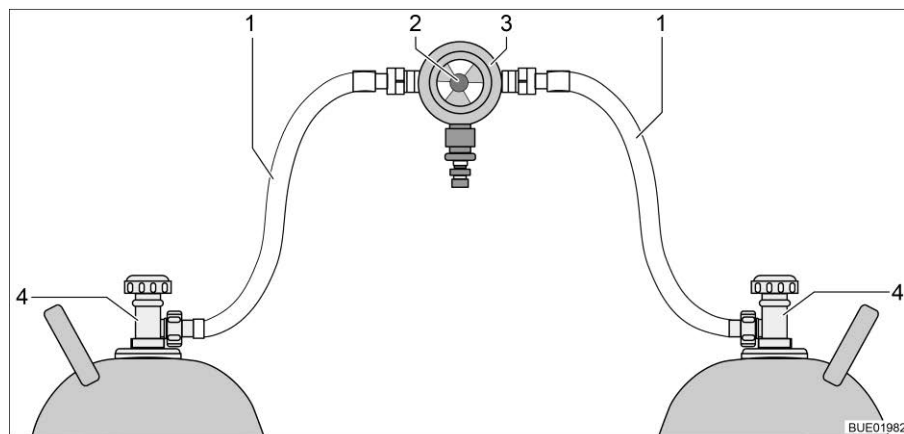
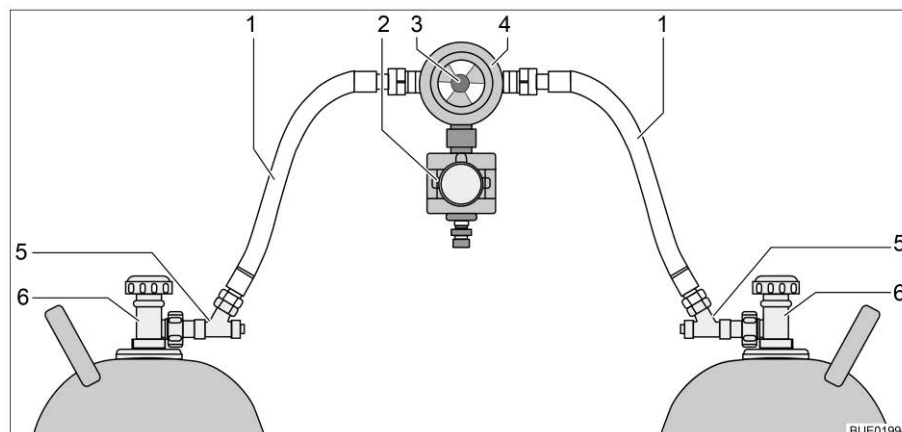

Bild 132 Omkopplingsenhet för gasflaskor
Bild 133 Omkopplingsenhet för gasflaskor med CPU
Omkopplingsenheten för gasflaskorna består av en kombinerad gastrycksregulator med omkopplingsventil och visning (Bild 132,3). Omkopplingsenheten för gasflaskor är monterad mellan de två gaslangarna (Bild 132,1).
Omkopplingsenheten för gasflaskorna består av en kombinerad gastrycksregulator med omkopplingsventil och visning (Bild 133,4) och en elektroventil (Bild 133,2). Elektroventilen spärrar vid kraftig bromsning, olycksfall eller kraftig lutning, av gastillförseln till fordonet. Omkopplingsenheten för gasflaskor är monterad mellan de två gaslangarna (Bild 133,1) med slangbrottssäkringar (Bild 133,5).
Med vredet (Bild 132,2 resp. Bild 133,3) på omkopplingsenheten, ställer du in vilken av gasflaskorna som ska användas som driftflaska och vilken gasflaska ska användas som reservflaska.
Med kontrollenheten (Bild 134) kan endast de elektriska funktionerna styras. Gasflaskornas huvudavstängningsventiler (Bild 132,4 resp. Bild 133,6) måste öppnas eller stängas för hand.
- Öppna huvudavstängningsventilerna på gasflaskorna (Bild 132,4 resp. Bild 133,6).
- Tryck in slangbrottssäkringarna (Bild 133,5) i 10 sekunder, efter varandra.
- Välj med vredet (Bild 132,2 resp. Bild 133,3) på omkopplingsenheten, gasflaskan som ska prioriteras (driftflaska). Vrid alltid vredet till stoppläget.
- Stäng huvudavstängningsventilerna på gasflaskorna (Bild 132,4 resp. Bild 133,6).